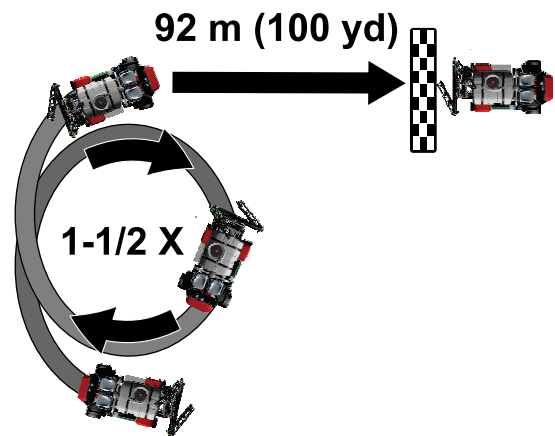

Bild 74
3. Fahren Sie mit der Maschine 1,5 Umdrehungen im Kreis (Bild 74).